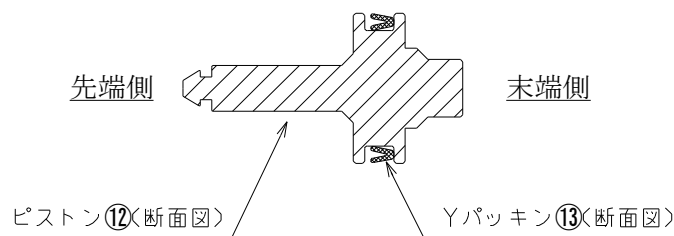

図4. 組付け時のYパッキンの向き
(2) オリフィス部・シール面にゴミ・異物が付着していないことを確認してください。
(3) ピストン⑫とYパッキン⑬を組み付ける際は向きに注意してください。
(Yパッキン⑬の溝をピストン⑫の先端側に向けて組み付けてください。) (図4参照)